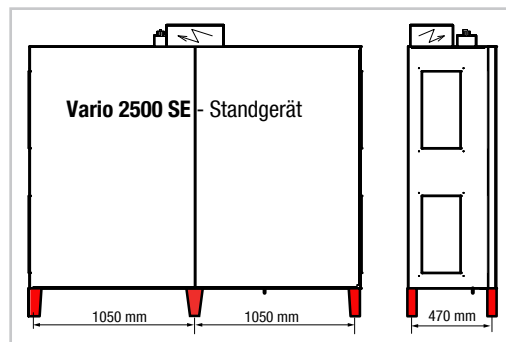
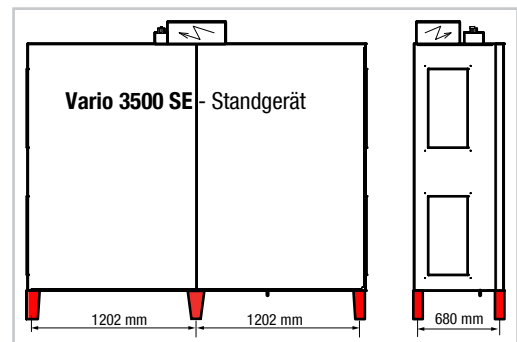

Abbildung 16: Befestigungslaschen Vario 2500
Abbildung 17: Befestigungslaschen Vario 3500
- Vario 2500 SE (Abb. 16) / Vario 3500 SE (Abb. 17)